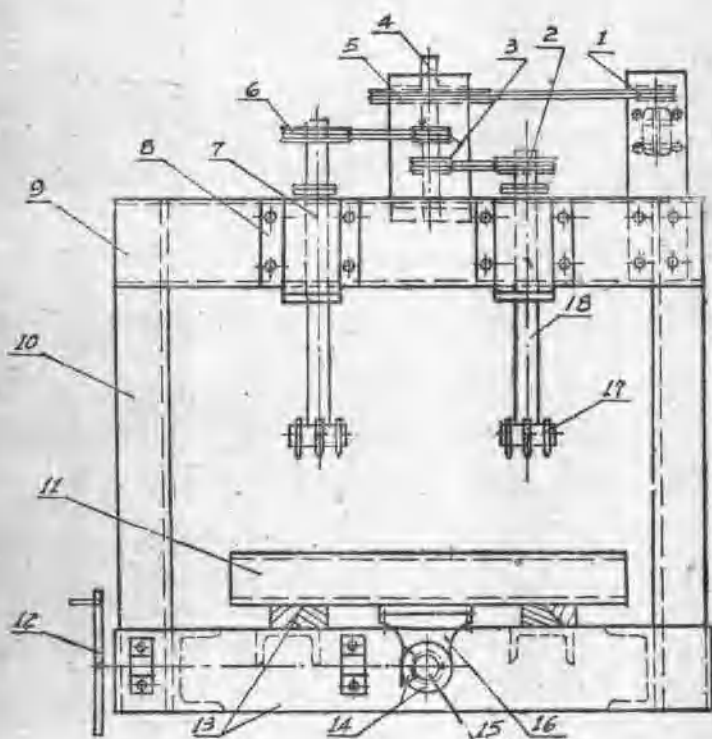

图8 简易双头龙门铣床
武汉鼓风机厂在生产高压离心通风机时，焊接好以后，上部平面需要进行加工。这个部件外形尺寸较大，没有这样大的设备。在困难的面前，他们没有低头。涂师傅终于设计出了这台双头龙门铣床。经过使用，效果良好，结构简单，大部结构是采用钢板（见图8）。它的各部件是：①马达皮带盘（马力3匹），⑥、②主轴三角皮带盘，⑤、③从动轴三角皮带盘，④从动轴，⑩、⑦主轴，⑧主轴承座，⑨上横梁，⑪支柱，⑫上滑板，⑬纵向进刀手柄，⑭底架和下导轨，⑮锥齿轮，⑯纵向走刀丝杆，⑰纵向走刀丝杆轴承支架，⑱刀头。